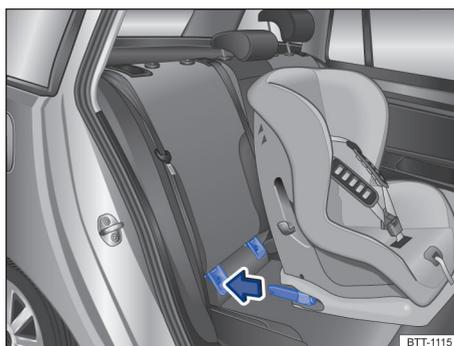

Fig. 6 Representação esquemática: instalar a cadeira de criança ISOFIX com os braços de apoio.
- Encaixar a cadeira de criança nos olhais de retenção → Fig. 6 no sentido da seta. A cadeira de criança deve engatar de forma segura e audível (clique).
- Colocar a cadeira de criança sobre a superfície do banco e prender os ganchos dos cintos de fixação nos olhais de retenção → Fig. 6, caso os cintos de fixação sejam fornecidos junto com a cadeira de criança.